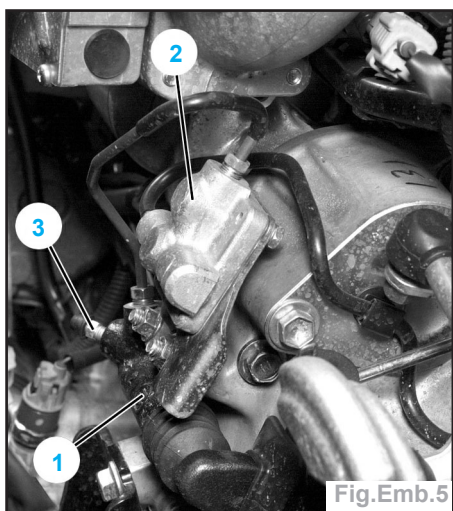

Fig.Emb.5
- Déposer les 2 écrous de l'accumulateur (2) puis le déposer (Fig.Emb.5).
- Placer, sur la vis de purge (3) (Fig.Emb.5) du cylindre récepteur, un tube transparent dont l'extrémité sera plongée dans un récipient contenant du liquide d'embrayage.